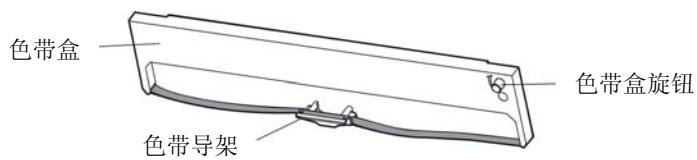

图 2-7 色带盒
- 取出色带盒，将有旋钮的一面朝向自己，按箭头方向旋转色带盒旋钮，以便于安装（如图 2-7 所示）。